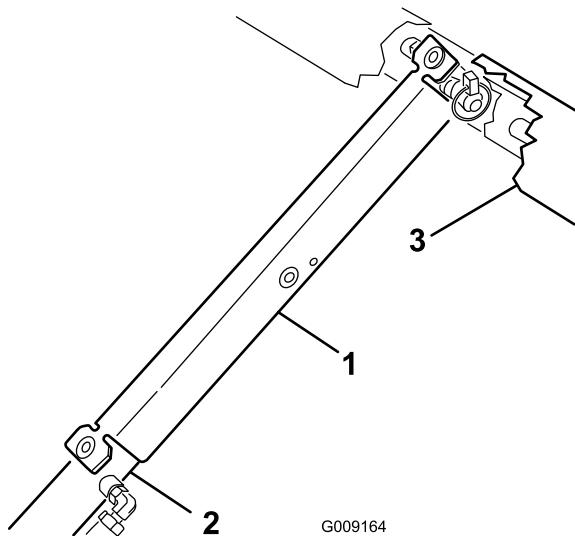

Figura 22
3. Spingete il supporto del pianale sull'asta del cilindro, assicurandovi che le alette all'estremità del supporto poggiino sull'estremità della canna del cilindro e sull'estremità dell'asta del cilindro (Figura 22).